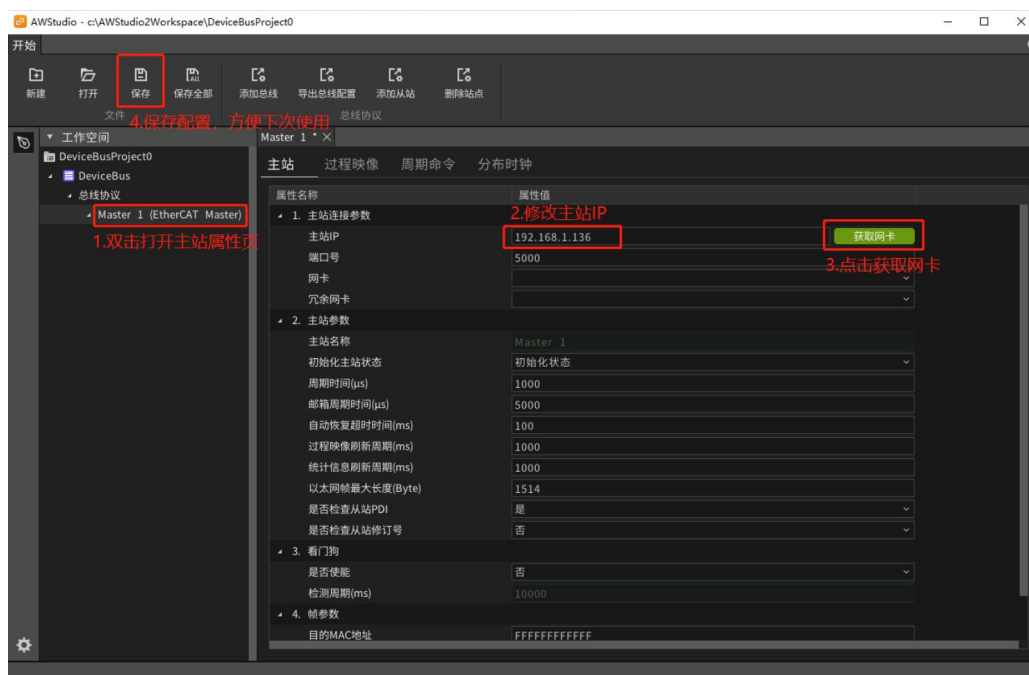

图 4.12 AWStudio 连接主站
(7) 双击主站节点，打开主站配置界面。输入主站的 IP，点击“获取网卡”，如图 4.12 所示。